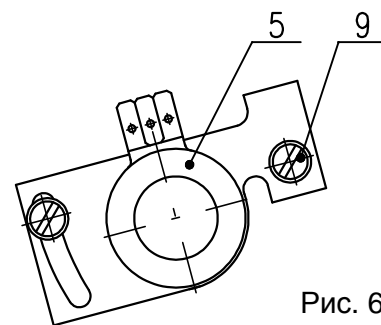

Рис. 6
- После установки ЭП кулачки зафиксируйте центральной гайкой с накаткой и контрагайкой (23).
4.3 Установка датчика сопротивления (рис.6)
- Установте датчик сопротивления на основании инструкции в предыдущей главе так, что величину сопротивления измеряйте на клеммах X-Y (рис.6). (употреблен датчик с сопротивлением 100W)
- Поворачиванием устанавливающего триммера ZERO (рис.6) установите величину выходного сигнала тока, измеряемого на клеммах 81-82, на величину 4 мА.